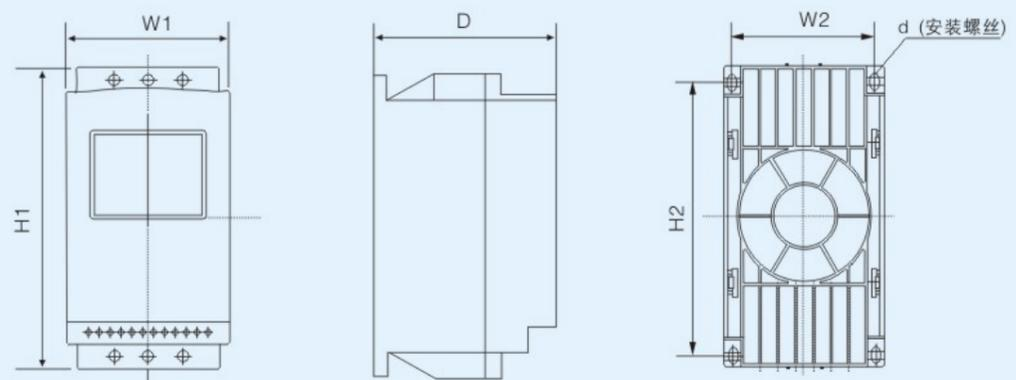

图1
- 斜坡电压起动: 一般用于对起动平稳性要求较高的场合, 输出电压波形如图1。